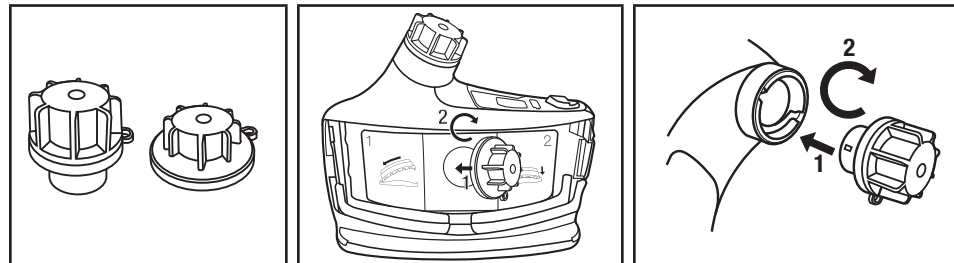

Fig. 18 – Conexión de las cubiertas para limpieza y almacenamiento del ventilador de motor
- Si requiere limpieza adicional, retire el filtro/cartucho y el tubo de respiración. Para minimizar la caída de material en el ventilador de motor, quite el filtro/cartucho cuando esté mirando hacia abajo. Conecte los tapones de entrada y salida de aire para limpieza y almacenamiento (Kit de almacenamiento y limpieza 3M™ TR-653) al TR-600 (Fig. 18). Ahora puede lavar el TR-600 con agua, o sumergirlo en agua, o ponerlo en una lavadora para mayor limpieza. La temperatura del agua no debe exceder 50°C (122°F). Antes de cada uso, revise que los empaques del tapón deben no estén dañados o desgastados. Debe reemplazar los empaques desgastados o dañados. Lavar el Versaflo TR-600 con empaques de tapón dañados puede dañar al Versaflo TR-600 e invalidar la garantía. No debe sumergir ni colocar en una lavadora de respirador los ventiladores dañados o que se le hayan caído, debido a la posible entrada de agua. Debe reemplazar los empaques cada 30 usos, o al año, lo que ocurra primero, para minimizar el uso de empaques desgastados.